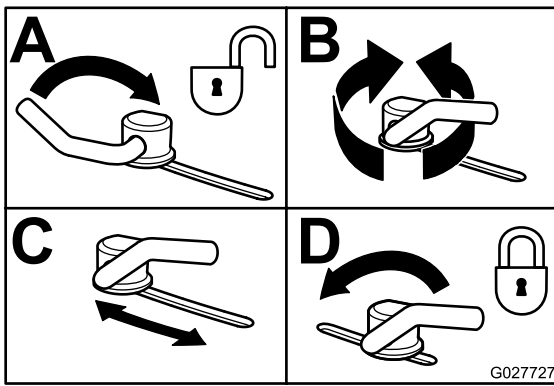

Figura 34
3. Para ajustar los bloqueos de leva, levante la palanca para aflojar el bloqueo de leva (Figura 34).
5. Devuelva la palanca a su posición original para apretar el deflector y los bloqueos de leva (Figura 34).